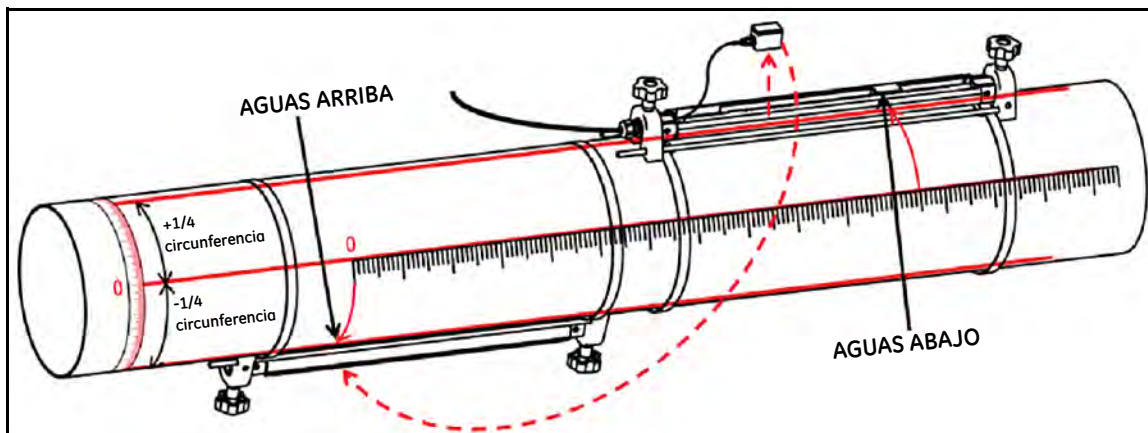

Figura 20: Instalación de un cruce con un rango de espaciado de transductores de 250 a 750 mm
1. Marque una línea recta paralela con la dirección de la tubería en la superficie de la tubería. Mida con una cinta la circunferencia de la tubería y marque otras dos líneas en la posición de $+1/4$ y $-1/4$ de la circunferencia. Estas dos líneas permiten alinear las dos fijaciones. A continuación, marque las posiciones de los dos transductores en las dos líneas rectas por separado utilizando la cinta. Consulte el método de marcado en la Figura 20.
4. Coloque la segunda fijación vacía sobre la tubería en el otro extremo, repita el paso 3 para desplazar las correas y apriete la segunda fijación. Consulte la posición de la fijación en la Figura 20.